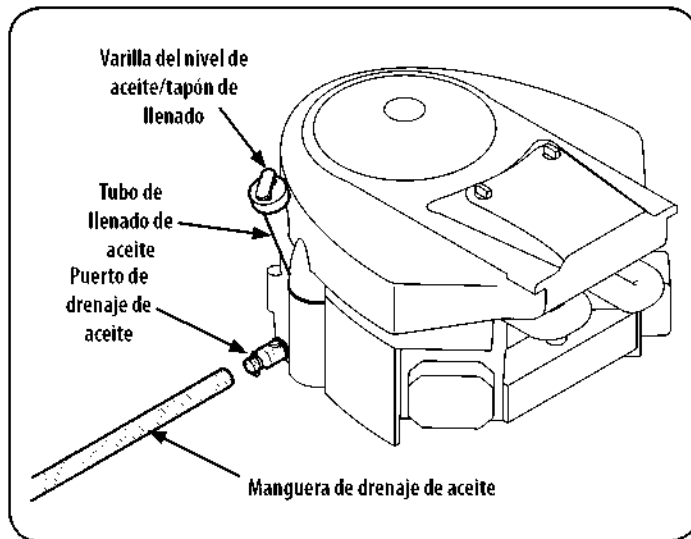

Figura 21
2. Abra el tapón protector en el extremo de la válvula de drenaje de aceite para exponer el orificio de drenaje. Consulte la Figura 21. Retire el tapón de llenado con varilla de nivel de llenado de aceite del tubo.